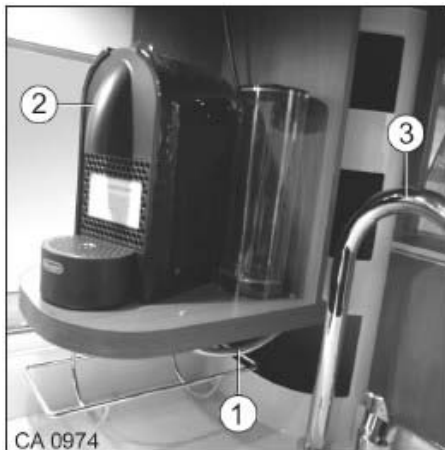

Fig. 145 Cafetière à capsules dans le placard de pavillon
1. Tourner le robinet (Fig. 145/3) vers la droite.
2. Tirer sur la poignée (Fig. 145/1) jusqu'à ce que la cafetière à capsules (Fig. 145/2) soit complètement sortie. Veiller à ce qu'il n'y ait pas d'objets dans le rayon d'action.
3. Pour ranger la cafetière à capsules (Fig. 145/2), la glisser complètement dans le placard de pavillon en la tenant par la poignée (Fig. 145/1).